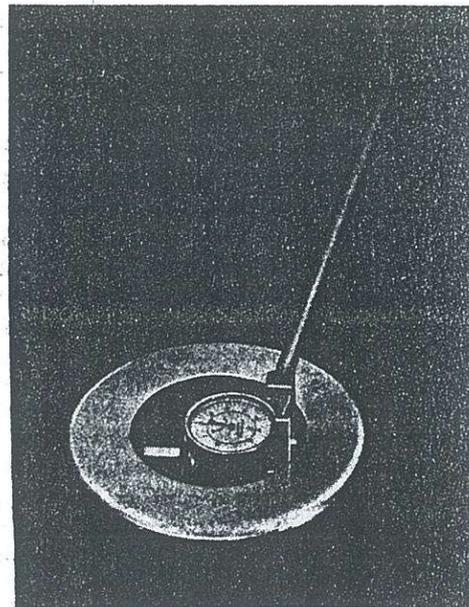

Bild 62. Einstellen der Meßuhr eines Lehr- ringes auf Normal-Durchmesser
2. Mit Hilfe eines Lehringes (Bild 62) wird die Meßuhr zunächst auf den Normaldurchmesser eingestellt.